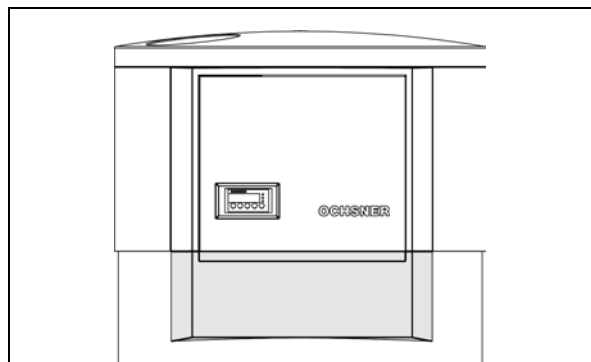

Abbildung 5: Frontpanel (grau)
- ▶ Das Frontpanel (Abbildung 5) mit beiden Händen links und rechts ergreifen.